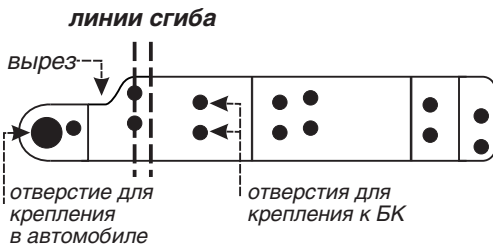

Рис. 3.9
5. Бортовой компьютер устанавливается на двух кронштейнах. Кронштейн, внешний вид которого приведен на рис. 3.9, представляет собой металлическую пластину.
Согните пластины по линиям сгиба, рис. 3.9, так, как показано на рисунке 3.10. Учитывайте, что кронштейны будут устанавливаться один с правой, другой с левой стороны, сгибайте их в противоположные стороны (зеркально).